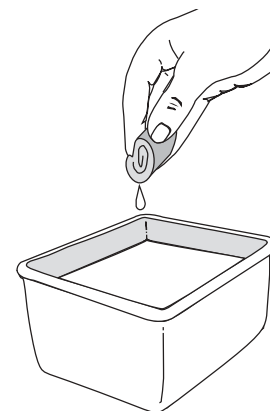

Fig. 22
3. Lave el filtro con agua y detergente (Fig. 22). Enjuague bien el filtro. Escorra el exceso de agua. Déjelo secar por completo.